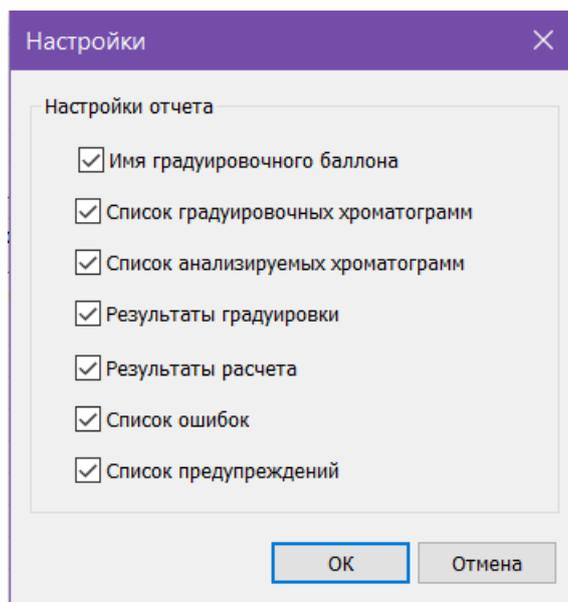

Рис. 8: Настройки отчёта
1. В основном окне нажмите **Настройки**. Откроется окно *Настройки* (Рис. 8).